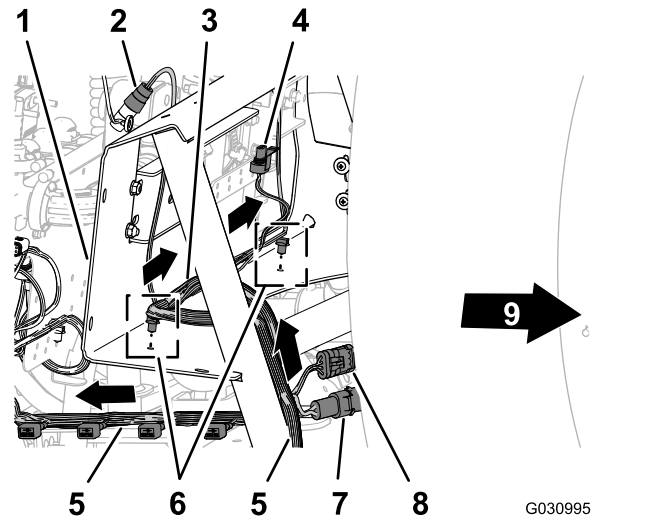

Figura 98
y hacia atrás, hacia el soporte de las 10 válvulas, según se muestra en Figura 98.
- Enrute la rama de 81 cm del arnés de cables del caudalímetro y la válvula de agitación por delante del soporte del distribuidor (Figura 98).
- Introduzca las fijaciones a presión de la rama de 81 cm del arnés de cables en los orificios de la pestaña inferior del soporte del distribuidor (Figura 98).